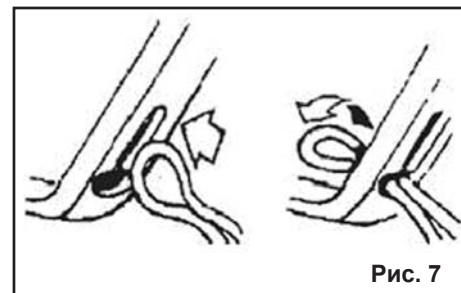

Рис. 7
8.1.3. Сделайте петлю на шнуре удлинителя как показано на Рис.7 и расположите удлинитель шнура питания (7) горизонтально на зажиме кабеля (8).